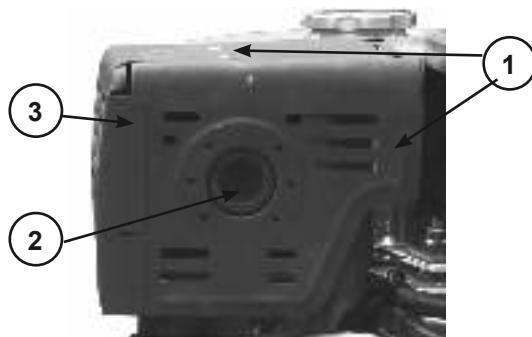

Рис.15
### **ОБСЛУЖИВАНИЕ ГЛУШИТЕЛЯ (Рис.15)**
1. Открутите болты(1) 3 шт. и снимите крышку глушителя(3) Рис.15